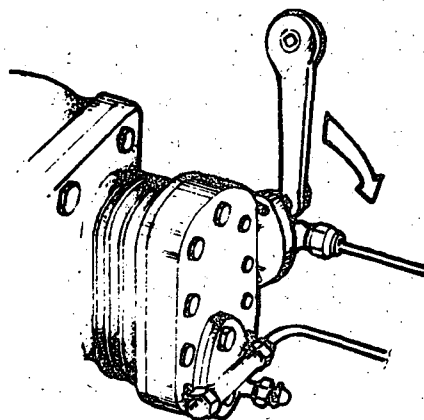

Fig. 2
- a Retire os parafusos que fixam as válvulas de serviço no compressor (fig. 2).